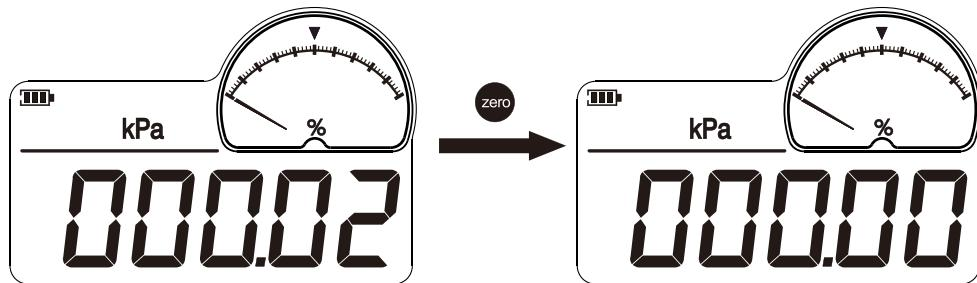

图7-3-1：表压的清零过程
(1) 表压型ConST211：把ConST211的引压口通大气，如果当前压力测量数值在(-1% ~ 1%) FS范围内时，按 **zero** 键，可对测量数值进行清零。表压型ConST211的清零过程如图7-3-1：